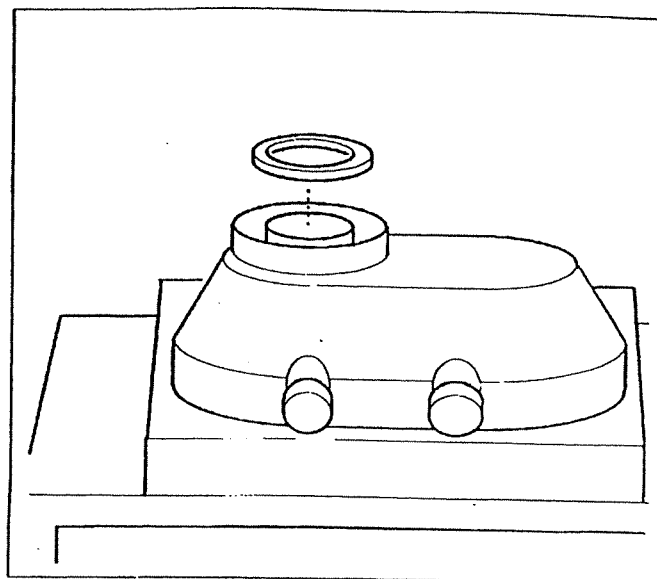

Fig. 9 Inserire l'anello di riduzione nel tronchetto di scarico
- ◆ Inserire l'anello di riduzione da  $\varnothing 99$  mm /  $\varnothing 83$  mm nel tronchetto di scarico gas della caldaia (Fig. 9).